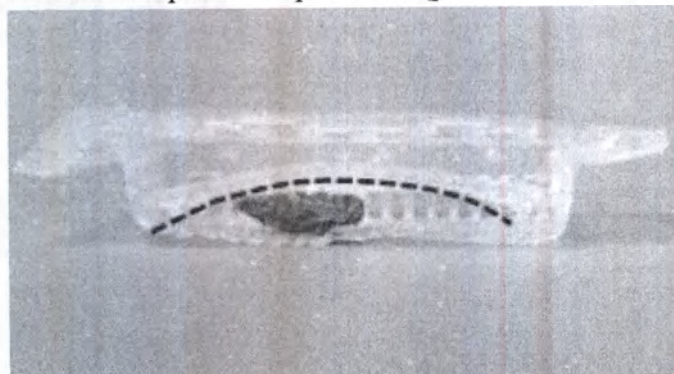

Рисунок 6BB
4. Не нажимайте на углы слишком сильно. Держите крышку в горизонтальном положении! Когда крышка находится в горизонтальном положении, сохраняя ткани в месте, крышка не будет мешать во время микротомии (рис. 6BB и 6CC).